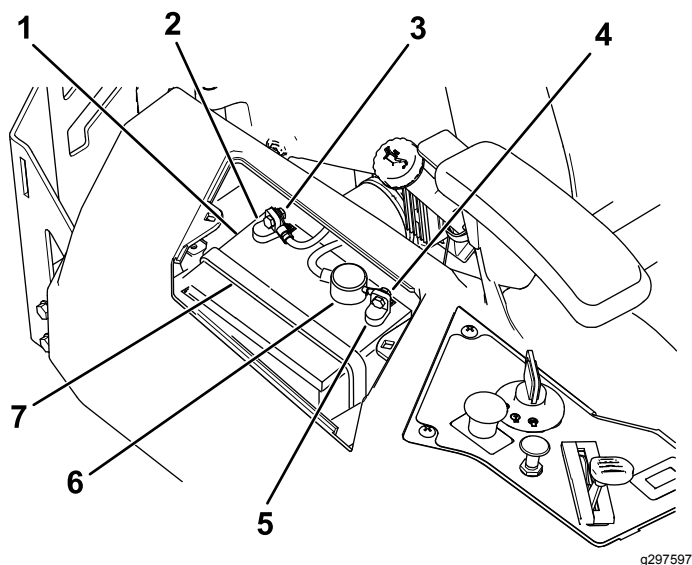

Figura 56
4. Desconecte el cable negativo de tierra (negro) del borne de la batería (Figura 56).
6. Desconecte el cable positivo (rojo) del borne de la batería (Figura 56).
7. Retire la correa de sujeción de la batería (Figura 56) y levante la batería para retirarla de su bandeja.
1. Coloque la batería en la bandeja (Figura 56).
5. Fije la batería con la correa de sujeción (Figura 56).